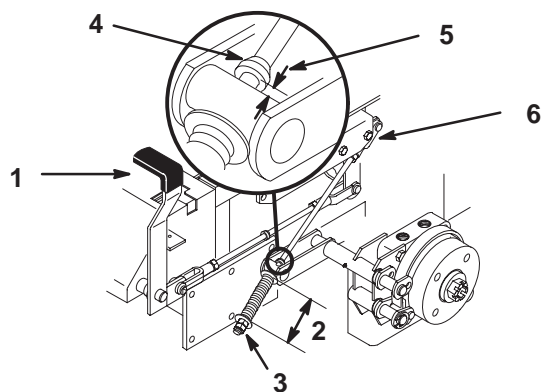

Figure 61
2. Mesurez la longueur du ressort. Les rondelles doivent être distantes de 70 mm (2-3/4 pouces) (Fig. 61).
3. Si un réglage est requis, desserrez l'écrou de blocage situé sous le ressort et serrez l'écrou directement au-dessous de la chape (Fig. 61). Vissez l'écrou jusqu'à ce que le ressort ait la longueur voulue. Serrez les deux écrous ensemble et répétez la procédure de l'autre côté de la machine.
- A. Mesurez la distance entre le galet de tourillon et le collier sur la tige de frein. Elle doit être comprise entre 5 et 7 mm (3/16 et 1/4 pouce) (Fig. 61).
6. Si un réglage est requis, desserrez l'écrou de blocage situé juste au-dessous de la chape. Tournez la tige inférieure jusqu'à obtention de l'écart voulu (Fig. 61). Serrez l'écrou de blocage à la chape.